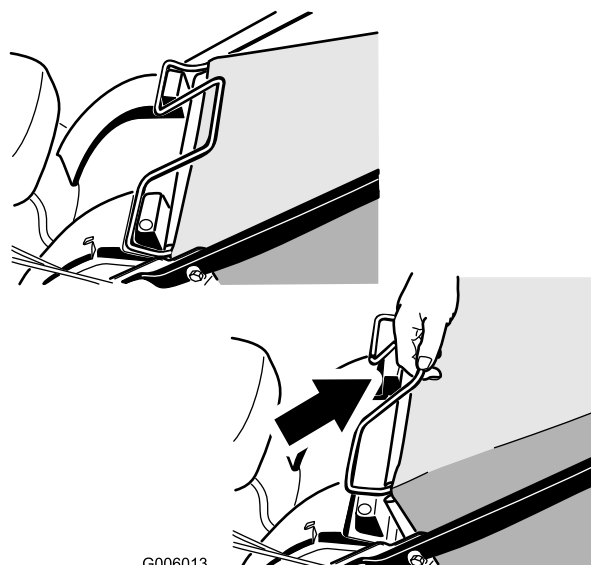

Figura 30
1. Sollevate la maniglia del cesto di raccolta estraendola dalle scanalature presenti sulla parte superiore del tosaerba e staccare il cesto dalla macchina (Figura 30).